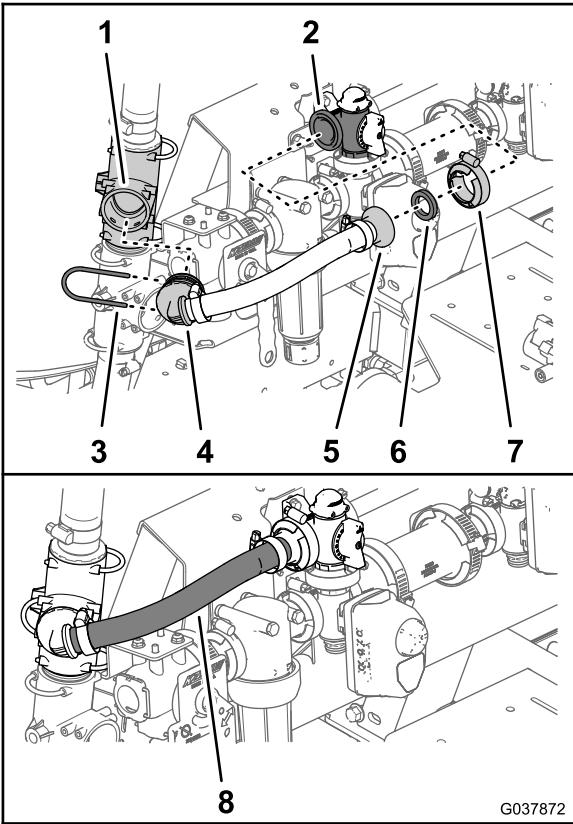

Figura 69
- Monte a união estriada a 90° da tubagem da distribuição da agitação na união em T superior (Figura 69) com o retentor que retirou no passo 2 de Retirar os tubos da distribuição da agitação e fornecimento do pulverizador (página 17).
3. Prenda a união estriada da flange do tubo de distribuição da agitação e a junta de 25 x 35 mm na flange da válvula da distribuição da agitação (Figura 69) com uma braçadeira flangeada de 40 a 64 mm.